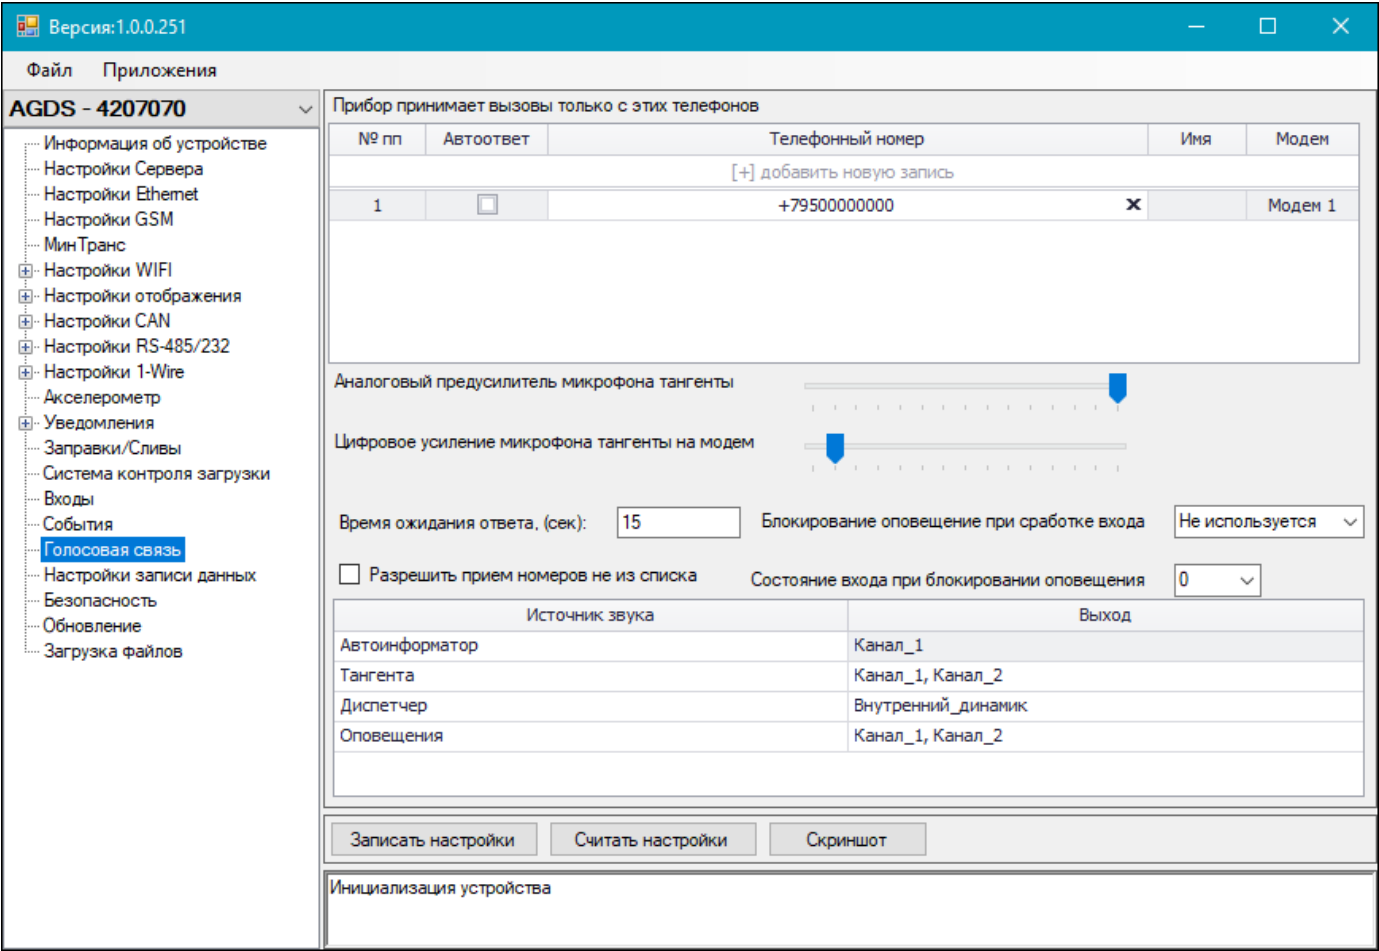

Рис.76. Рабочая область пункта «Голосовая связь»
2. Выберите в списке программы-конфигуратора для АвтоГРАФ-ИНФО S пункт «Голосовая связь» (**Рис.76**).
Если усиления микрофона подключенной тангенты, которое настроено по умолчанию, недостаточно, то выполните регулировку в программе-конфигураторе для АвтоГРАФ-ИНФО S. Для регулировки усиления микрофона выберите в списке программы-конфигуратора пункт «Голосовая связь» и измените положение следующих ползунков (**Рис.76**):